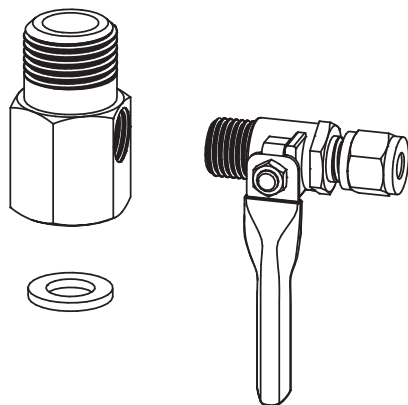

рис. 2
3. Собрать узел подачи воды, для этого соединить кран подачи воды с тройником. Использовать ФУМ – ленту. Рис.2